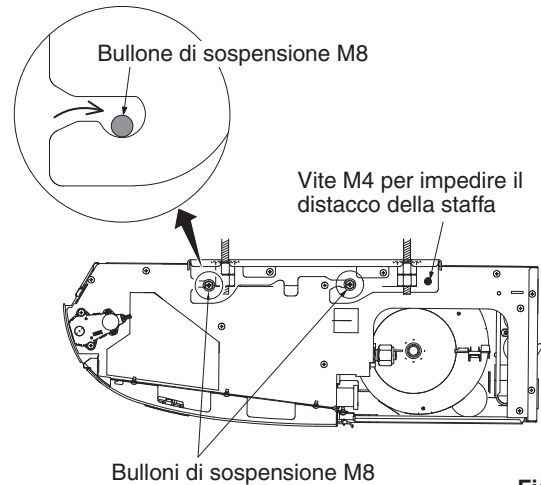

Fig. 3-17
- b) Sospendere l'unità interna alla staffa. Serrare i bulloni di sospensione M8 e fissare l'unità interna in posizione. (Fig. 3-17)